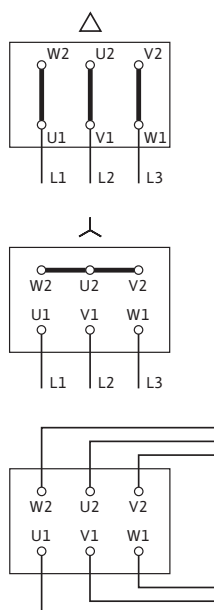

Fig. 8: Ligações de rede
- A ligação de rede à placa de terminais depende da potência do motor P₂, da tensão e do tipo de arranque. A ligação necessária das pontes de ligação na caixa de bornes deve ser consultada na seguinte tabela e fig. 8.